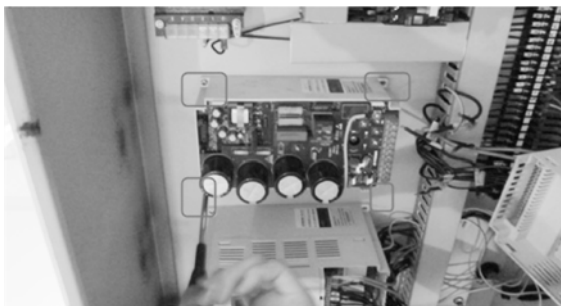

图 8-7 取出下箱
(4) 把下箱的固定螺钉 (四个角) 拆下, 下箱就能取出来了, 如图 8-7 所示。